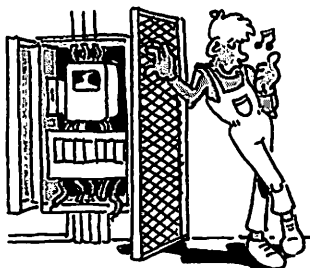

Fig. 21 : Protection par interposition d'obstacle.
- protection par éloignement et interposition d'obstacles (fig. 21) ;